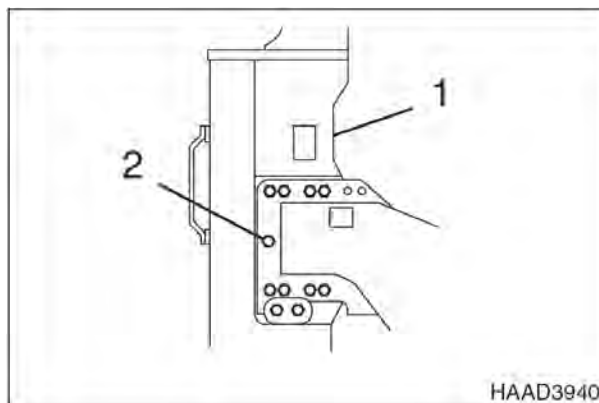

Рис. 7
- После смещения боковой рамы (1, рис. 7) опустить верхнюю часть конструкции на грунт. Снять кабель.
- Установите девять прокладок, жесткие шайбы и болты (2, рис. 7).